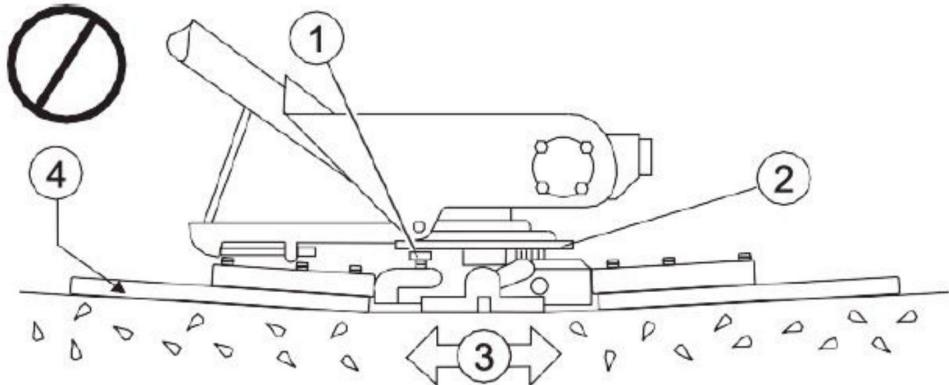

FIG.17
#### 13.2.2 Inclinez les pales aussi à plat que possible. Les boulons de réglage doivent à peine entrer en contact avec la plaque d'usure inférieure de la boîte à araignée. Si l'on ne prend pas contact, un ajustement sera nécessaire. (FIG.17,FIG.4).
13.2 Ajustement du bras de truelle (suite) La FIG. 17 illustre un « alignement incorrect », des bagues araignées usées ou des bras de truelle pliés. Vérifiez que le boulon de réglage touche à peine (jeu maximum de 0,10") la plaque d'usure inférieure. Tous les boulons d'alignement doivent être espacés de la même distance de la plaque d'usure inférieure.